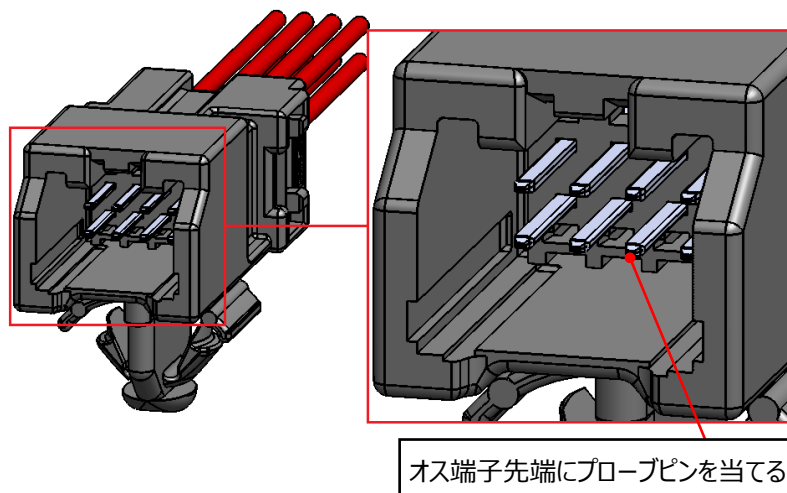

図 50 オス端子導通検査接点
- ① オスコネクタの導通検査を行う時は、オス端子先端に 0.5N 以下の荷重でプローブピンを当てて検査を行って下さい。(図 50 参照)0.5N 以上の荷重を加えた場合、オス端子が変形する場合があります。
- ② オス端子に変形や傷が見られた場合は、使用せず、新品と交換して下さい。